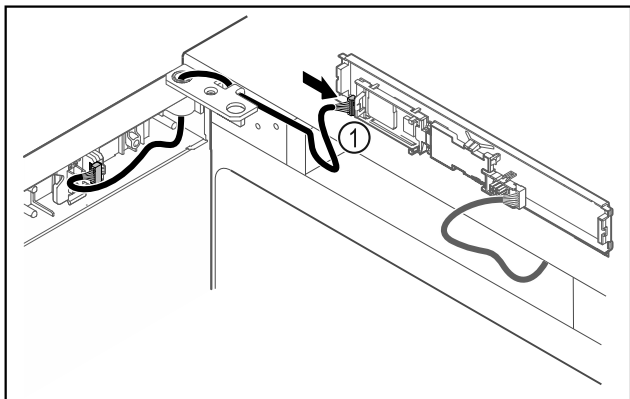

Fig. 41
- Wtyczkę Fig. 41 (1) należy podłączyć do płytki drukowanej.